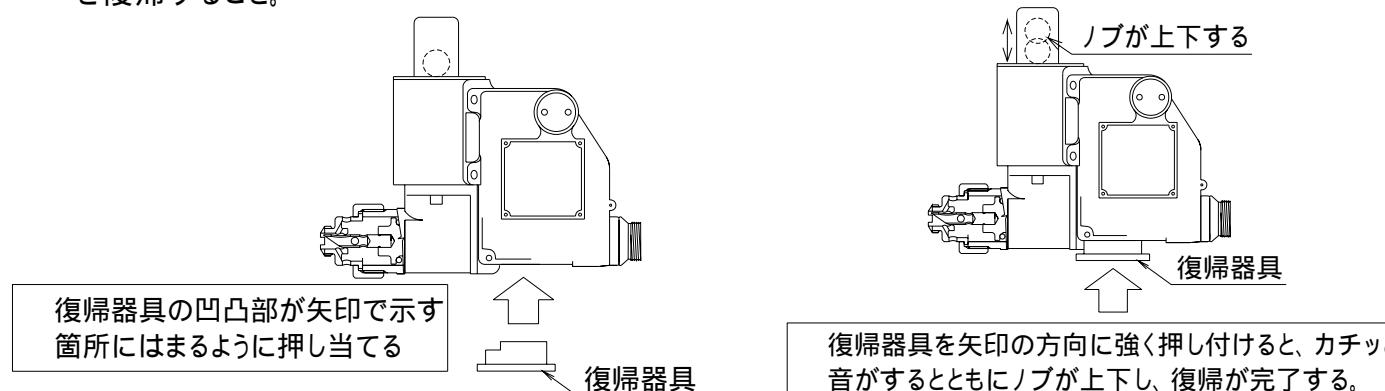

図3 復帰器具による復帰方法
(a) 安全プラグが回らない場合(図3参照)
- (5)器具を使用せずに安全プラグを指で回して取外す。安全プラグが回らない場合は、起動弁開放装置が作動しており、この状態で無理に安全プラグを取り外すと消火剤が放出して危険なので、ただちに起動弁開放装置を容器弁から取り外し、図3に示す手順で復帰器具を用いて復帰すること。
- (3)点検終了後、器具を使用せずに安全プラグを指で回して取外す。安全プラグが回らない場合は、起動弁開放装置が作動しており、この状態で無理に安全プラグを取り外すと消火剤が放出して危険なので、ただちに起動弁開放装置を容器弁から取り外し、図3に示す手順で復帰器具を用いて復帰すること。
危険	<ul style="list-style-type: none"> 起動弁開放装置作動時、カッタ - による手などの損傷がないように注意すること。 安全プラグを取り外す時は、器具を使用せずに必ず指で回して取外すこと。安全プラグが回らない場合は、起動弁開放装置が作動しており、この状態で無理に安全プラグを取り外すと消火剤が放出して危険なので、ただちに起動弁開放装置を容器弁から取り外し、図3に示す手順で復帰器具を用いて復帰すること。